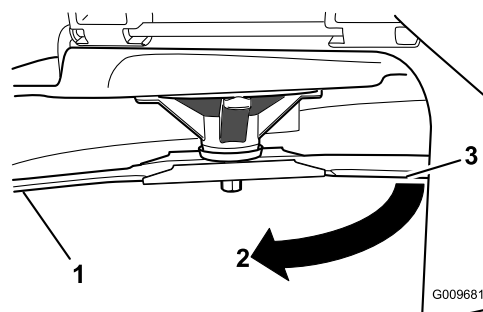

Figure 56
4. Tournez la même lame de 180 degrés pour amener l'autre tranchant à la même position (Figure 56).